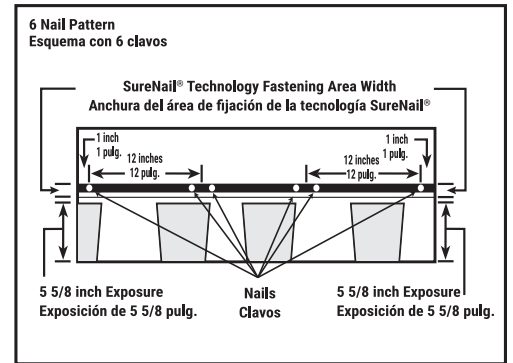

Fig. 4B Mansard or Steep Slope Fastening Pattern
- Todas las tejas instaladas en el perímetro del techo deben sellarse a mano con cuatro toques de 1 pulgada de cemento asfáltico que cumpla con la norma ASTM D4586. Consulte la **Fig. 4B**
Place fasteners 6 1/8 inches from bottom edge to penetrate through the common bond of the shingle, regardless of whether they are in the granules or the SureNail® Technology fastening area. See Fig. 4B.
REQUIRED: For slopes exceeding 60 degrees or 21 inches per foot, install 6 fasteners and 4 spots of asphalt roof cement per shingle. Immediately install a 1 inch diameter spot of asphalt roof cement under each shingle tab, centered 2 inches up from the bottom edge of the shingle tab. See Fig. 4B.
Sujeción en pendiente profunda o mansarda Patrón: coloque los sujetadores a 6 1/8 pulgadas del borde inferior, de modo que atraviesen el solape común de la teja, independientemente de si están en el área de gránulos o de sujeción de la tecnología SureNail®. Consulte la Fig. 4B.
REQUISITOS: En el caso de las pendientes que superen los 60 grados o 21 pulgadas por pie, utilice seis sujetadores y cuatro puntos de cemento asfáltico para techos por teja. Aplique inmediatamente un punto de cemento asfáltico para techos de 1 pulgada de diámetro debajo de cada lengüeta de las tejas. Ver la Fig. 4B.